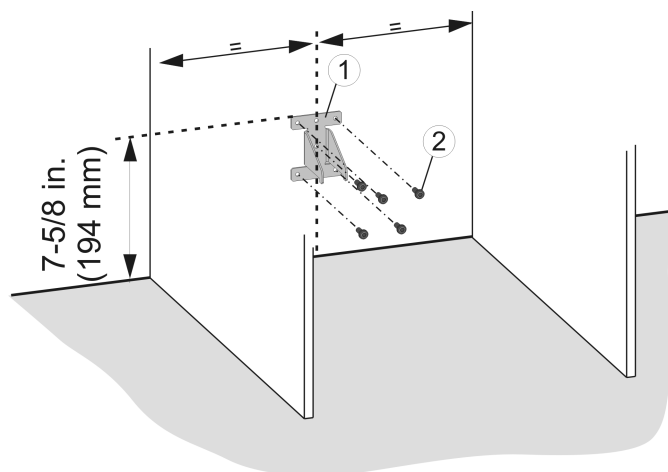

Fig. 26
- Monte el seguro antivuelco Fig. 26 (1) con los tornillos Fig. 26 (2) correspondientes.